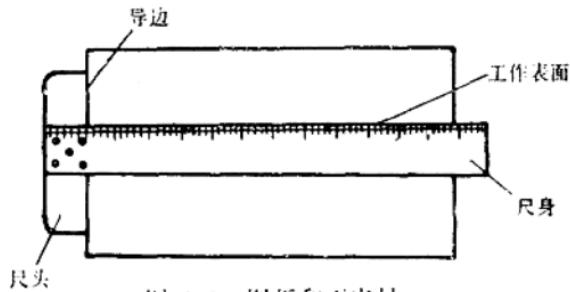

图 1-1 图板和丁字尺
(1) 图板和丁字尺 图板是用来铺放和固定图纸，并置于绘图桌上进行绘图工作的矩形木板，如图1-1所示。它的板面必须平坦光滑，图纸是用胶带纸固定在图板上的。图板的左右两边称为导边，也必须光滑平直。